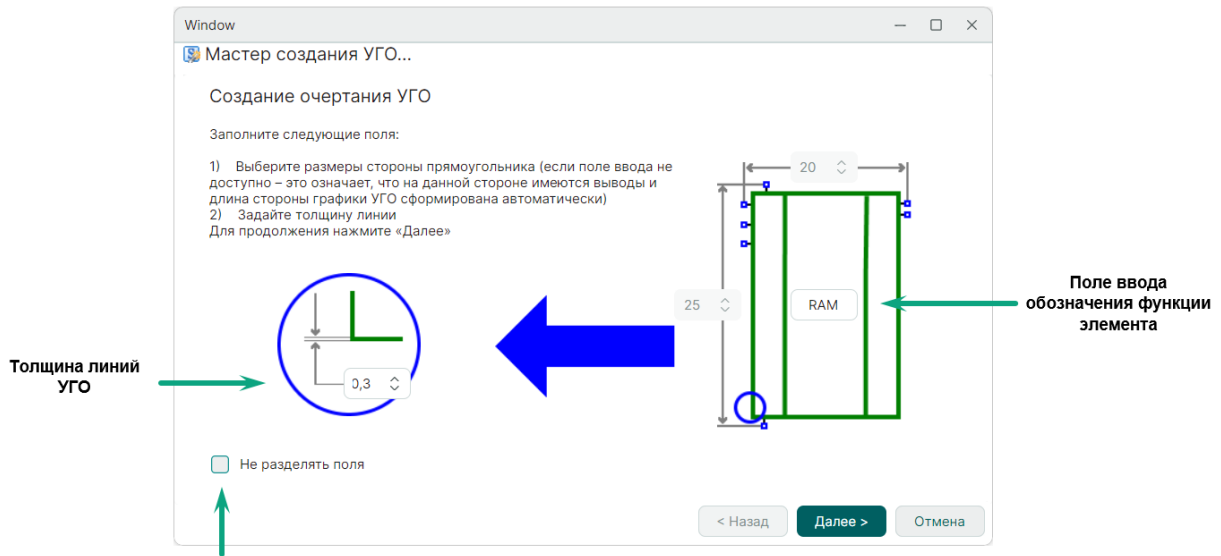

Рис. 221 Настройка графики
5. Настройте графику создаваемого УГО, см. Рис. 221.